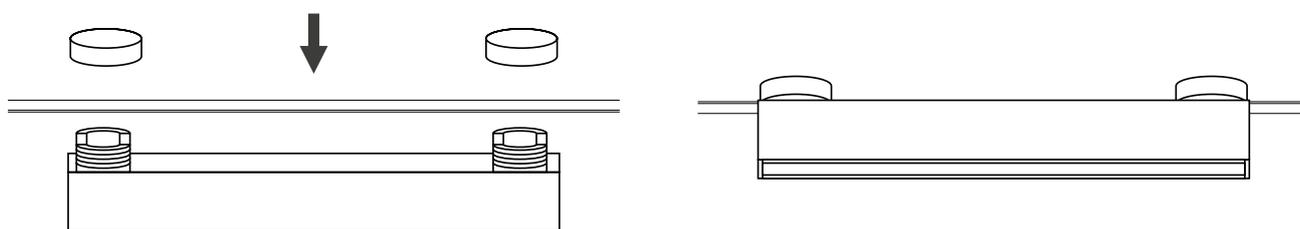

Рис. 2. Установка светильника
- Устройство крепления выполнено в виде закручивающегося фиксатора с правой резьбой, который накручивается на верхнюю часть корпуса светильника. Открутите верхнюю часть фиксатора у светильника, тем самым освободив установочное пространство. Установите светильник в необходимом месте токопроводящего ремня и зафиксируйте его, закрутив верхнюю часть фиксатора светильника, как показано на рис. 2.